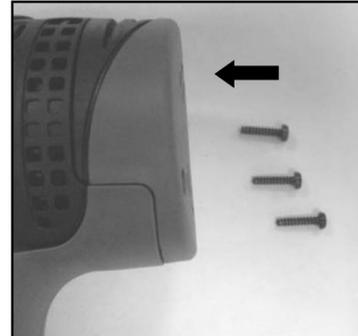

Fig.14
- Revissez les vis du couvercle en vissant en sens horaire avec une mèche T10. (Fig. 14)